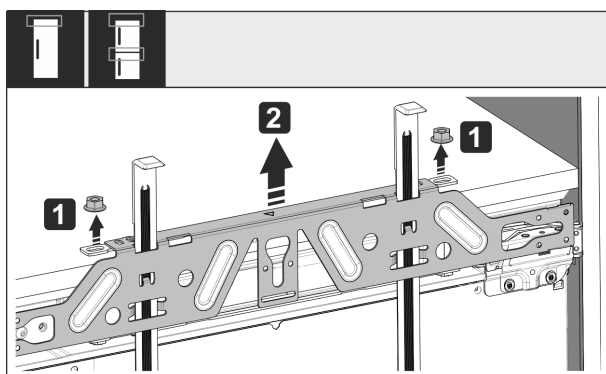

Fig. 52
- ▶ Otpustite protumatice Fig. 52 (1).
- ▶ Skinite Fig. 52 (2) pričvrtnu poprečnu letvicu.